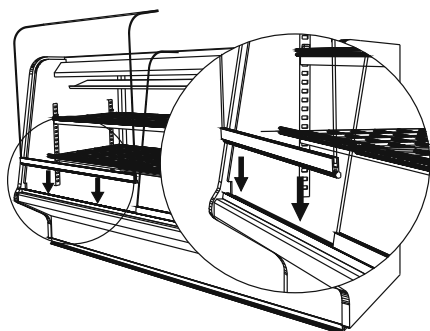

Рис.1
- 1.установить фронтальное стекло (стекла) вместе с рейкой под стекло в нижнюю петлю после наклонения его вперед (см. рис.1)
3. не реже одного раза в месяц или в случае необходимости чистить конденсатор холодильного агрегата (способ чистки конденсатора представлен на рис. 1)
4. мыть витрину теплой водой с добавлением моющих средств так, чтобы не повредить ее поверхности, предварительно отключив ее от электросети (возможность снятия фронтального стекла для мытья внутренности витрины рис. 1).